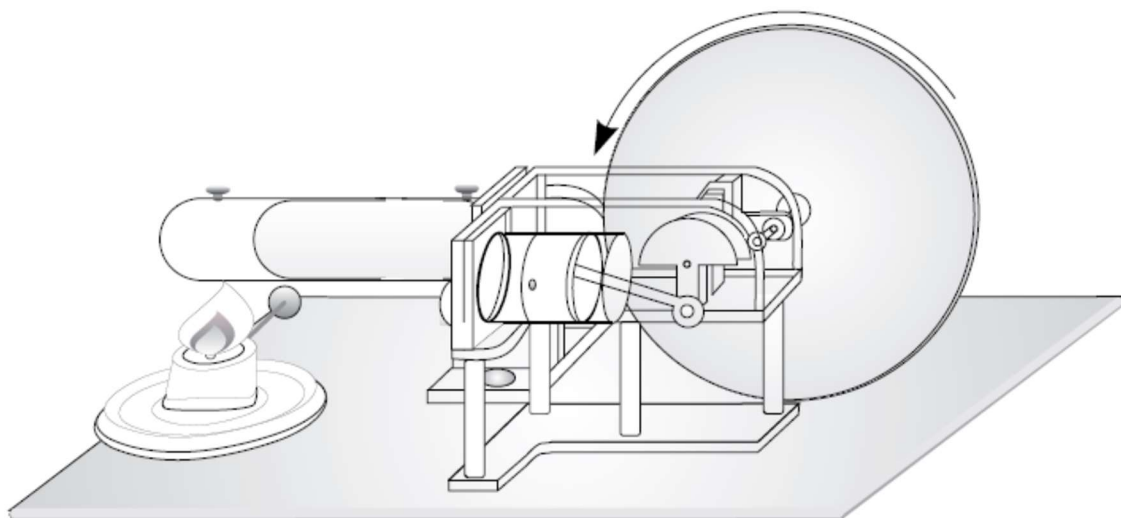

Fig.2 O motor Stirling como máquina de produção de calor
- Ajustar a coroa de deslocamento na posição mínima e após um curto período de aquecimento (cerca de 1 a 2 Minutos) colocar a roda de acionamento em movimento através de um leve impulso no sentido horário (do ponto de vista unidade motor-gerador) (vide fig. 2).